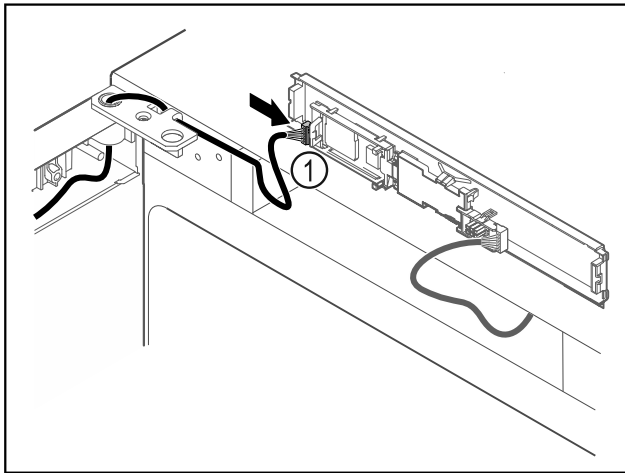

Fig. 59
- ▶ Sett pluggen Fig. 59 (1) inn i kretskortet.